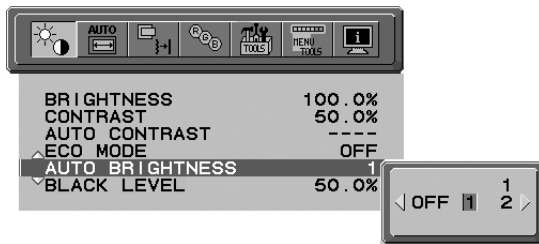
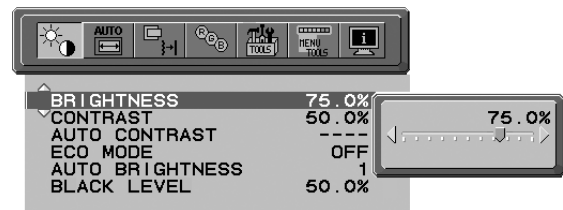

Figure 1
Figure 2
1. Configurez le niveau LUMINEUX. Il s'agit du niveau de luminosité sur lequel le moniteur se règle lorsque la luminosité ambiante est au plus haut. Assurez-vous que la pièce est à sa luminosité maximale lorsque vous définissez ce niveau. Sélectionnez « 1 » dans le menu LUMINOSITÉ AUTO (**Figure 1**). A l'aide des boutons frontaux, déplacez ensuite le curseur sur le paramètre LUMINOSITÉ. Choisissez le niveau de luminosité désiré (**Figure 2**).